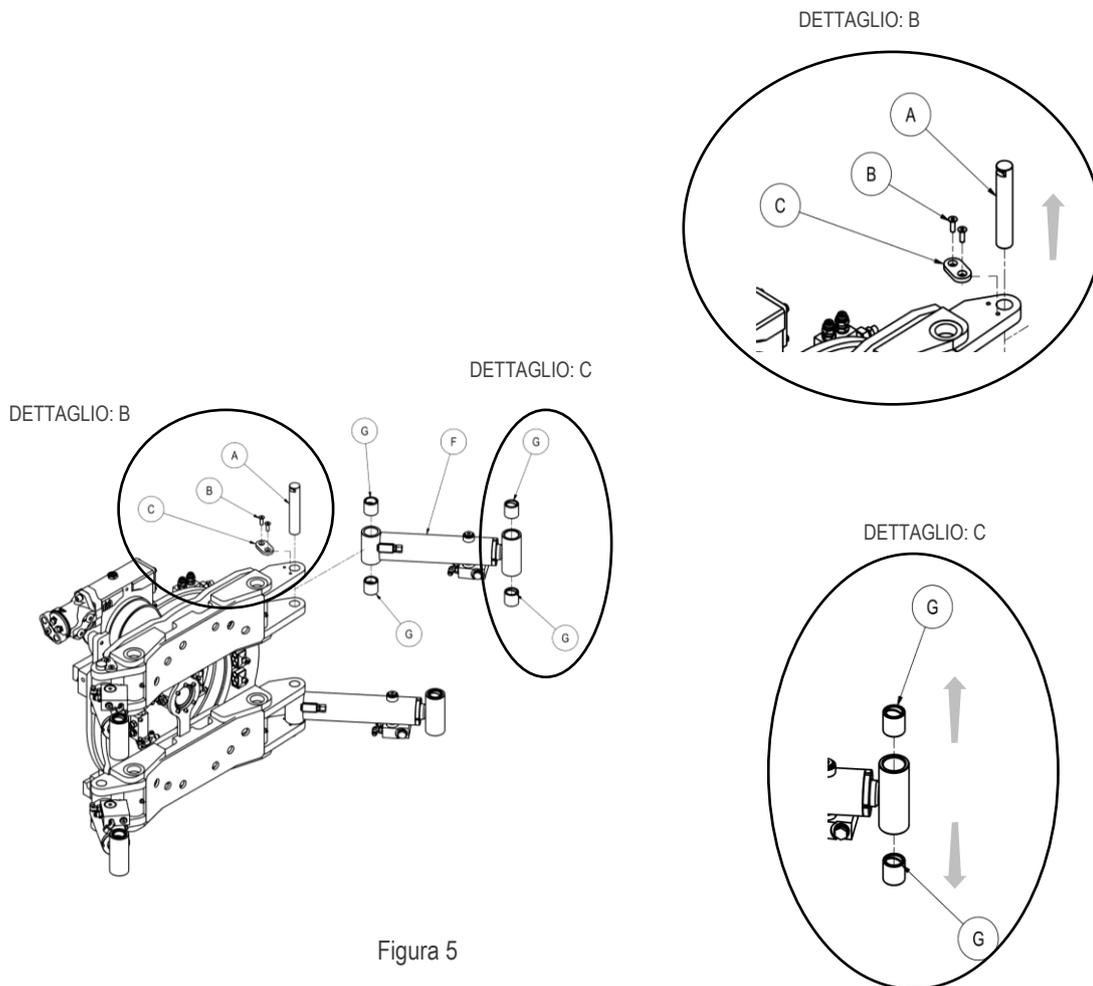

Figura 5
Con l'apposita chiave, svitare le viti "B" e sfilare il perno "A" come indicato nel dettaglio B Figura 5.
- Dopo aver smontato il cilindro rimuovere le boccole del canotto "G", vedi Figura 5 dettaglio "C",